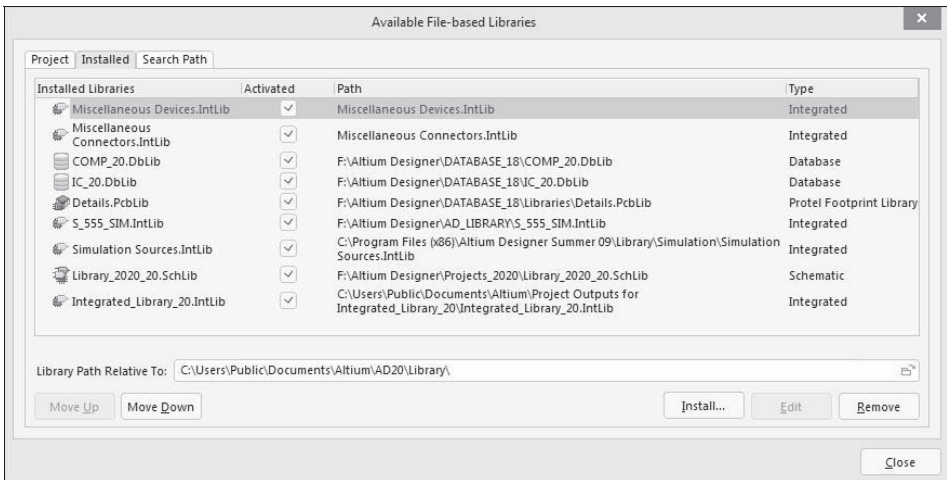

Рис. 2.42. Диалоговое окно поиска и подключения библиотек
- ❑ **File-based Libraries Preferences** — поиск и инсталляция файлов библиотек и DbLib-файлов в рабочую среду программы. По этой команде открывается диалоговое окно **Available File-based Libraries** (рис. 2.42):